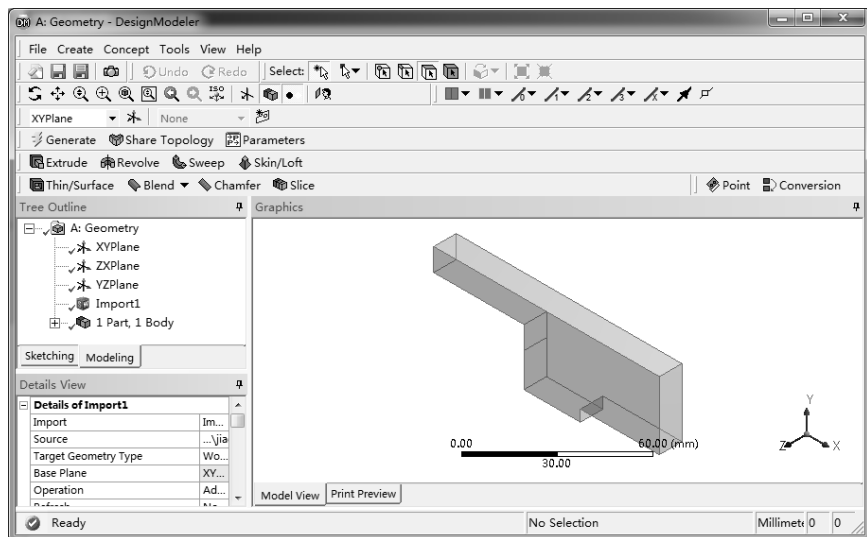

图 12-8 生成几何图形后的 DesignModeler 界面
4) 进入 DM 后，设计树中【Import1】节点前面显示，表示需要生成，图形窗口没有图形显示。单击按钮，生成几何体，即可在窗口右侧显示出几何图形，如图 12-8 所示。